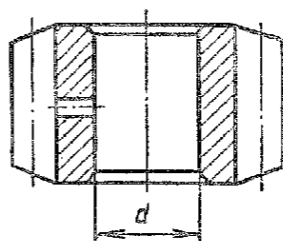

Рис. 217. Шестерня ведущая привода тросоукладчика
2.8. Ведущая шестерня привода тросоукладчика (рис. 217)